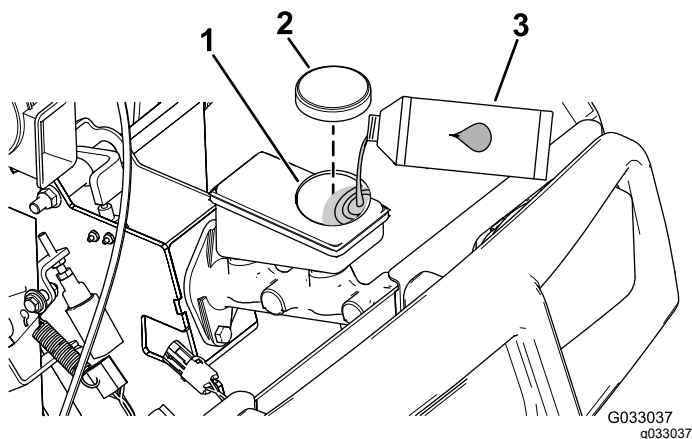

Figura 67
4. Eleve el capó para acceder al cilindro del freno principal y al depósito (Figura 67).
- A. Limpie la zona alrededor del tapón del depósito y retire el tapón (Figura 67).
- C. Coloque el tapón del depósito (Figura 67).